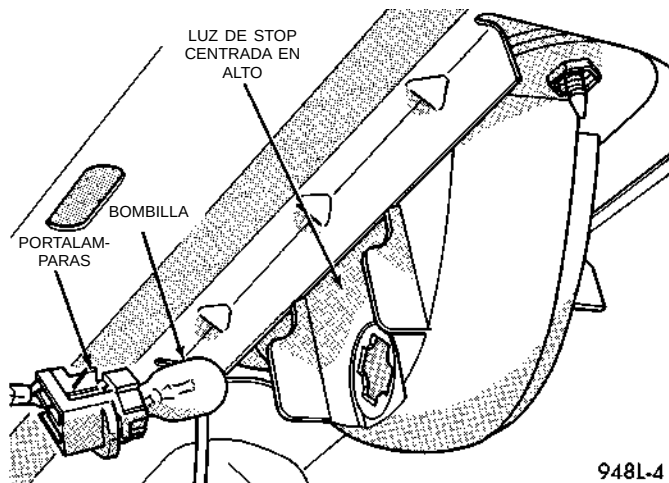

Fig. 5 Bombilla de CHMSL
- (1) Desenganche el pestillo del maletero y abra la tapa del maletero.
- (2) Retire el portalámparas de la luz de stop centrada en alto (Fig. 5).
- (3) Extraiga la bombilla del portalámparas.